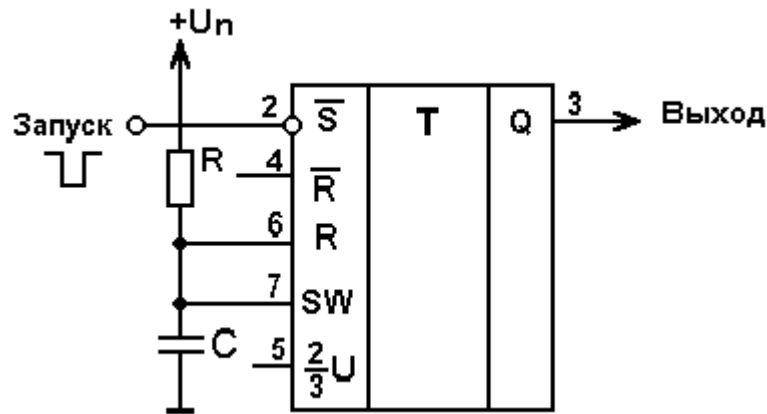

Рис.6.3
Схема включения микросхемы в режиме таймера показана на рис.6.3.
1. Соберите схему таймера по рис.6.3. Рассчитайте длительность выходного импульса. Подключите к входу запуска генератор импульсов и настройте генератор так, чтобы длительность нулевого уровня (импульса запуска) оказалась гораздо меньше расчётной длительности выходного импульса таймера, а длительность высокого уровня оказалась гораздо больше длительности импульса таймера.